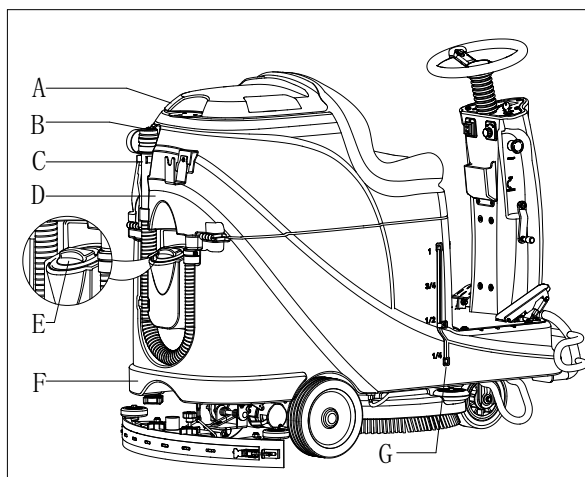

Рисунок 8
1. Откройте крышку заливного отверстия для воды (E, Рисунок 8).